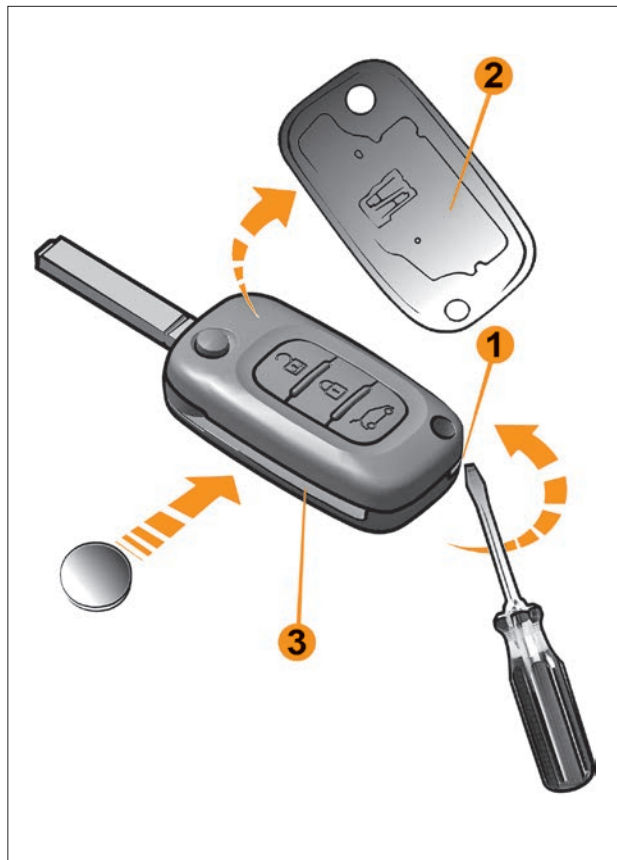

Рис. 6.10.1. Замена элемента питания в ПДУ
**Для замены элемента питания в ПДУ проделайте следующие действия (рис. 6.10.1):**